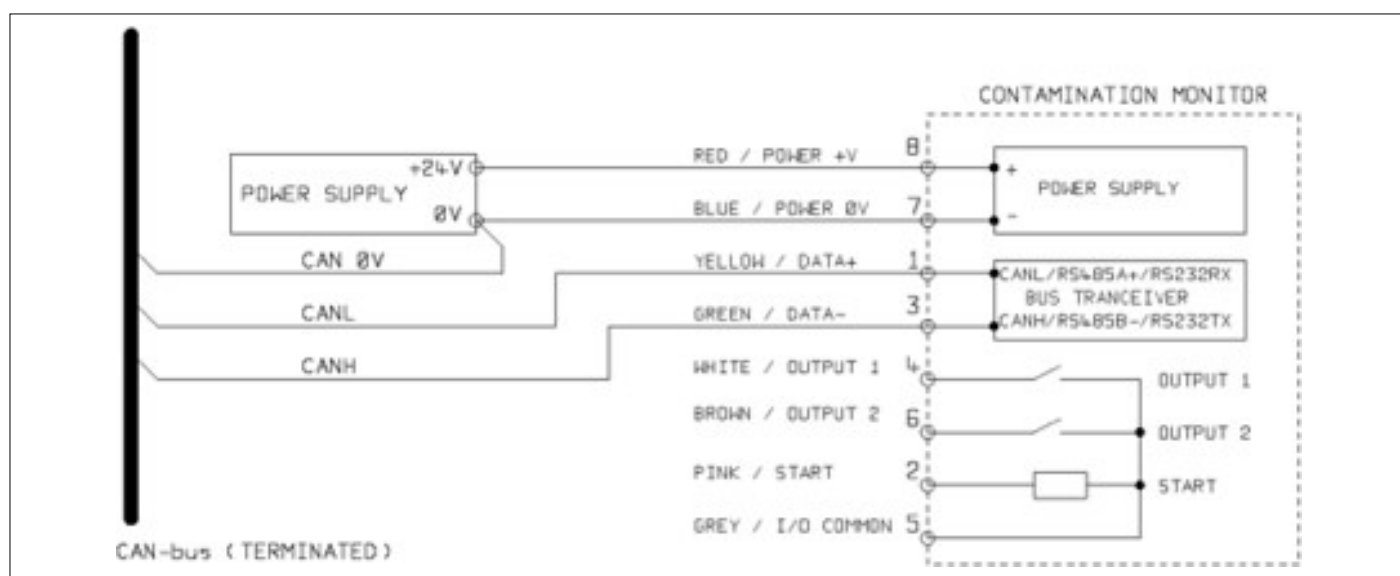

图5.31
- 如图5.31所示，将ICM 4.0 连接到CANbus网络并提供24VDC电源。